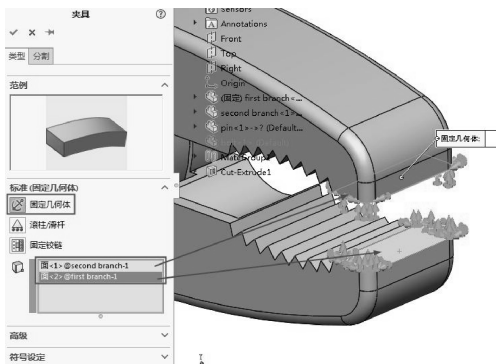

图 9-65 为钳口添加【固定几何体】约束
- 01 在夹钳的两个钳口表面上添加【固定几何体】的约束条件，该约束条件能模拟出平板零件的作用，假定夹钳夹紧时平板无滑移，如图 9-65 所示。